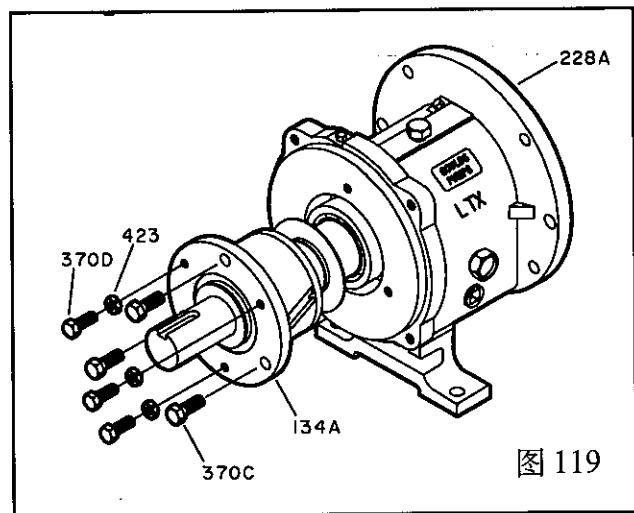

图 119
16. 把轴组件装入轴承箱(228A), 检查轴是否转动自如。(图 119)